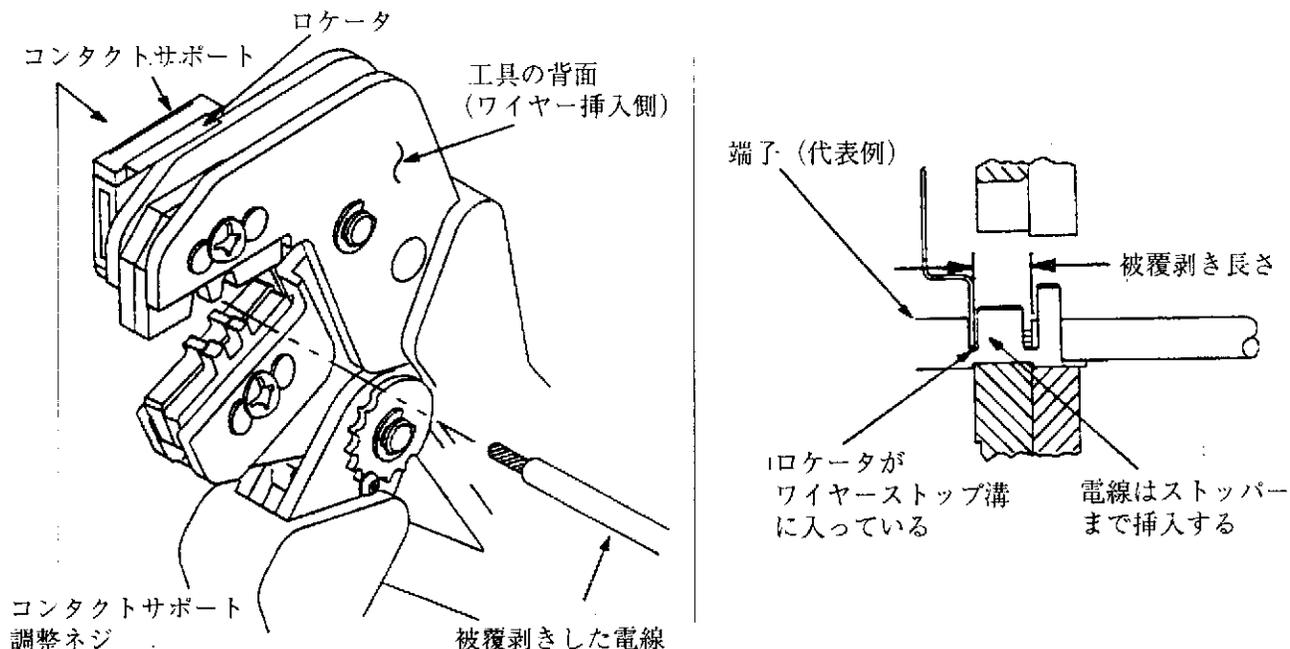

Fig. 3
## 4. コンタクトサポートの調整 (Fig. 3)
Fig. 1 を参照し、使用する電線の電線サイズ、被覆外径を選択して下さい。また、Fig. 1 に示された長さに従って電線を被覆剥き（ストリップ）して下さい。この際電線に傷を付けたり心線を切らないように注意して下さい。適用する端子を選び、工具に刻印されたマークに従って正しい圧着位置を決定します。Fig. 3 を参照し、以下の手順で圧着して下さい。
3. 端子の位置決めをします。勘合側がロケータ側に来て、パレルの”U”字が上を向くようにして端子をアンピレルの上に置きます。Fig. 3 を参照して下さい。ロケータがワイヤパレルの先端に当たるようにします。
- 被覆剥きした電線を端子のバレル部に挿入します。Fig. 3 に示す様にストッパーに当たるまで挿入して下さい。